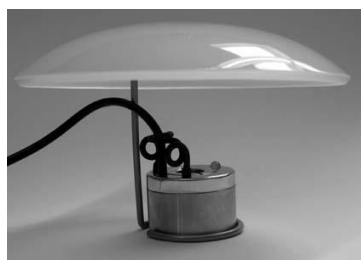

Abbildung 2
- 4) Bringen Sie den Spritzschutz an den Ultraschallvernebler an. (siehe Abbildung 2).